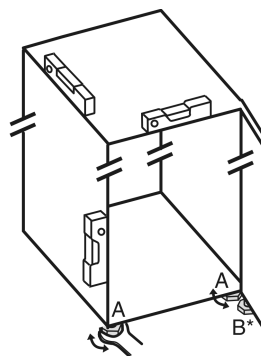

Fig. 27
- ▶ Nastavljive noge Fig. 27 (A) odvijajte s priloženim ključem z odprtim koncem in vodilom, dokler naprava ni trdno poravnana in vodoravna.
- ▶ Nastavljivo nogo Fig. 27 (B) na ležajnem podstavku spodaj odvijajte s priloženim ključem z odprtim koncem, dokler ne stoji trdno na tleh.
- ▶ Nastavljivo nogo Fig. 27 (B) obrnite še za največ 90°, da preprečite poškodbe vrat.